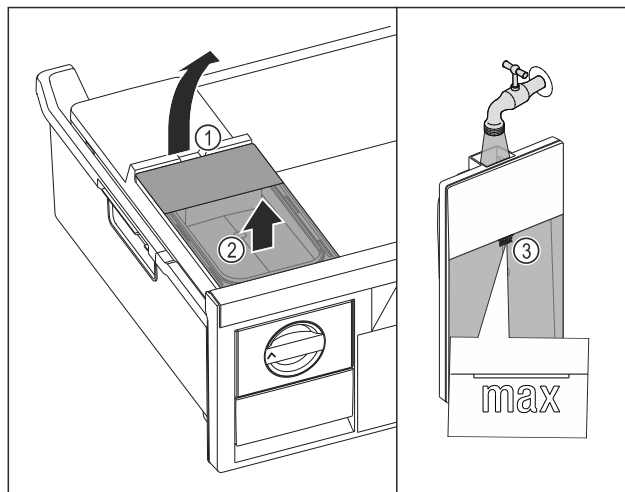

Fig. 121
- Wassertank an der Aussparung Fig. 121 (1) anheben.
- Wassertank nach oben entnehmen. Fig. 121 (2)
- Wassertank bis zur Markierung Fig. 121 (3) mit Trinkwasser befüllen.